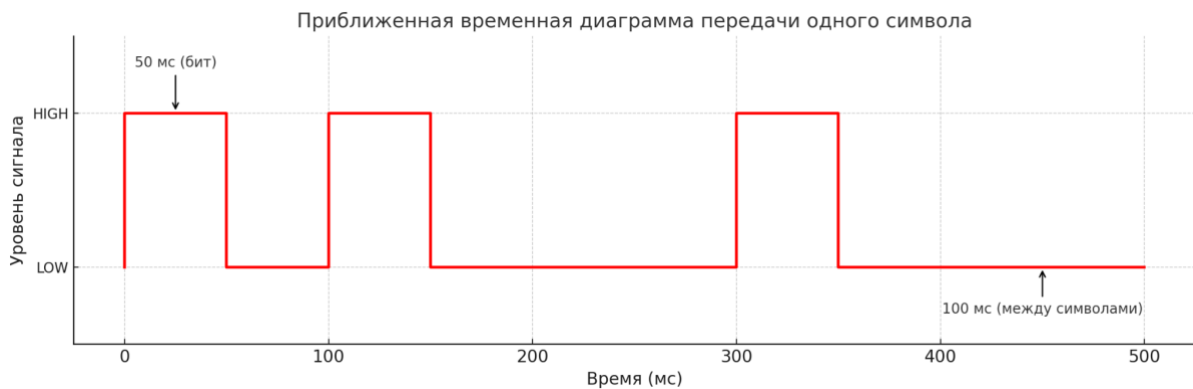

Рисунок 2 - Временная диаграмма передачи одного символа
- Каждый символ передается побитово: каждый бит передается в течение 50 мс, а между последовательными символами предусмотрена задержка в 100 мс (рис. 2). Высокий уровень сигнала (лазер включен) означает «1» в битовом представлении, низкий уровень сигнала (лазер выключен) – «0».